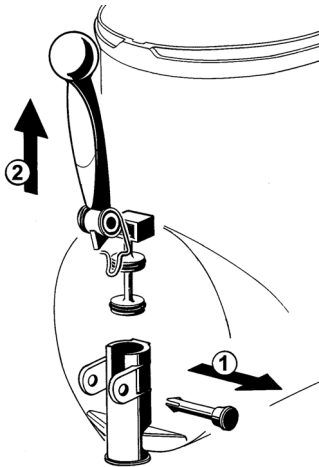

Bild 12
- 5 Entfernen der Ausgabeeinheit durch Herausziehen des Stiftes und des Ausgabehebels. (Bild 12).
3 Den Hahn auf dem Behälter wieder zusammensetzen. Dabei die zur Demontage durchgeführten Schritte in umgekehrter Reihenfolge ausführen (Bild 12).